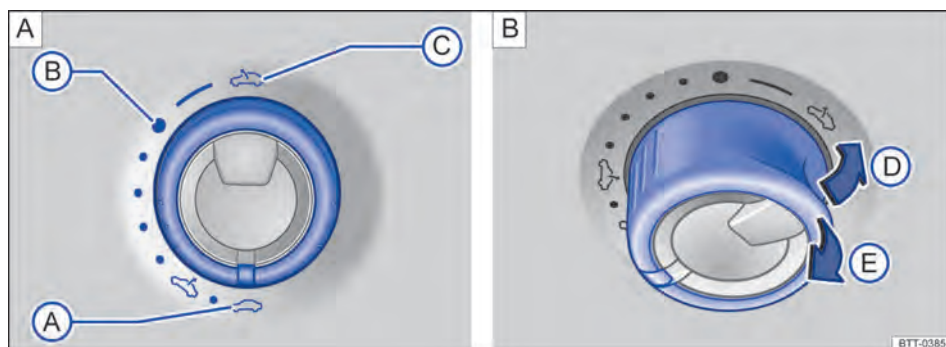
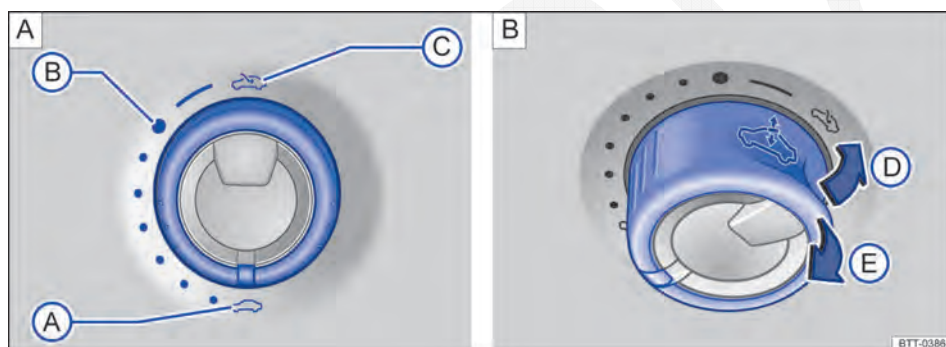

Fig. 53 No revestimento do teto: interruptor para levantamento, abertura ou fechamento do teto de vidro (variante 1).
Fig. 54 No revestimento do teto: interruptor para levantamento, abertura ou fechamento do teto de vidro (variante 2).
Para o levantamento do teto de vidro, o interruptor deve se encontrar na posição de base \Rightarrow Fig. 53 ou \Rightarrow Fig. 54 .
\Rightarrow Fig. 53 ou \Rightarrow Fig. 54
- Girar o interruptor para a posição “Fechado” ⇒ Fig. 53 (A) (A) ou ⇒ Fig. 54 (A) (A).
- Dentro de aproximadamente 5 segundos após a liberação do limitador de força, puxar o interruptor o tempo necessário para trás no sentido da seta ⇒ Fig. 53 (B) (E) ou ⇒ Fig. 54 (B) (E), até que o teto de vidro esteja completamente fechado.